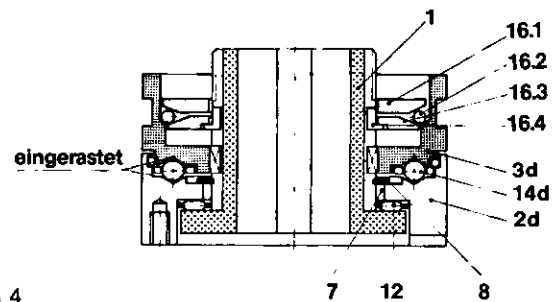

Bild 4
- bei Standardnachstellmutter (4)
- Sicherungsschraube (11) entfernen,
- Nachstellmutter (4) von Nabe (1) abschrauben,
- Sicherungsblech (10) von Nabe (1) abnehmen.
- bei Nachstellmutter (18) für radiale Verstellung
- Gewindestift (19) entfernen,
- Nachstellmutter (18) von Nabe (1) abschrauben.
- Tellerfedern (15) aus Schaltteil (3d) herausnehmen.
- Freischalte Mechanismus (16) ausbauen
- Druckscheibe (16.1), Stahlkugeln (16.2) und Stützscheibe (16.3) aus dem Schaltteil (3d) herausnehmen, Bild 4
- geteilten Ring (16.4) aus der Ringnut der Nabe (1) herausnehmen.
- Schaltteil (3d) von der Nabe (1) abziehen
- Sicherungsring (8) ausbauen und Druckflansch (2d) von der Nabe (1) abnehmen.
- Laufbuchse (7) und Axialnadellager (12) von der Nabe nehmen.
- Stellen Sie die Kupplung senkrecht, die Kugeln (14d) müssen eingerastet sein und zwar im Druckflansch (2d) und Schaltteil (3d), Bild 4.
- Geteilten Ring (16.4) in die Ringnut der Nabe (1) einlegen.
- Druckscheibe (16.1), mit schräger Fläche nach unten, auf die Nabe (1) aufschieben.
- Tellerfedern (15) und Nachstellmutter (4 oder 18) montieren.